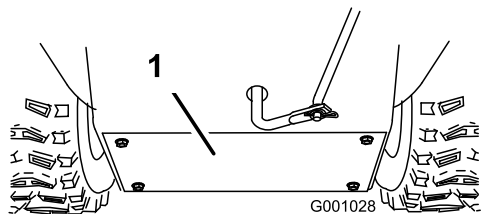

Figura 51
3. Togliete il carter posteriore (Figura 51).